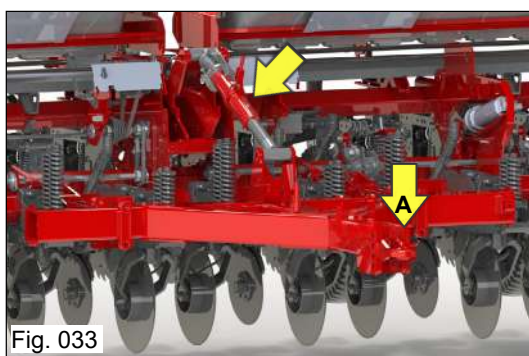
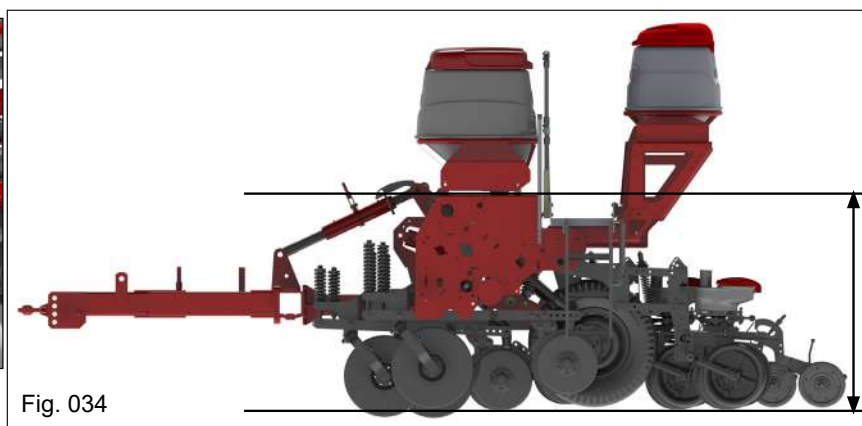

Fig. 033
Fig. 034
b) Por meio do regulador do cabeçalho (Fig. 033) movimente o extensor até que a lateral do chassi esteja alinhada ao solo (Fig. 034).
Durante o nivelamento do implemento, utilize também os recursos de acoplamento do engate com rótula, que pode ser acoplado no cabeçalho na posição superior ou inferior "A" (Fig. 033).